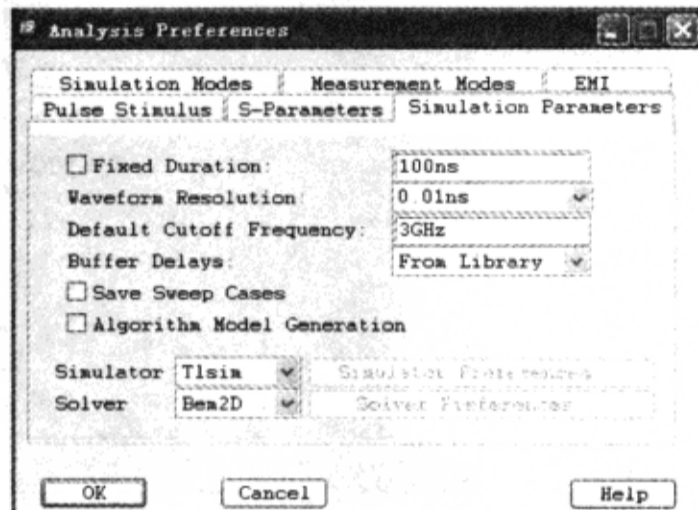

图6-4-30 设置仿真参数
(14) 在“Analysis Preferences”对话框选择“Simulation Parameters”标签页→在“Cutoff Frequency”栏输入3GHz（开关频率设置为800MHz，需要考虑3次谐波对Trace模型的影响，3次谐波频率值是2400MHz，即仿真的截止频率），如图6-4-30所示。